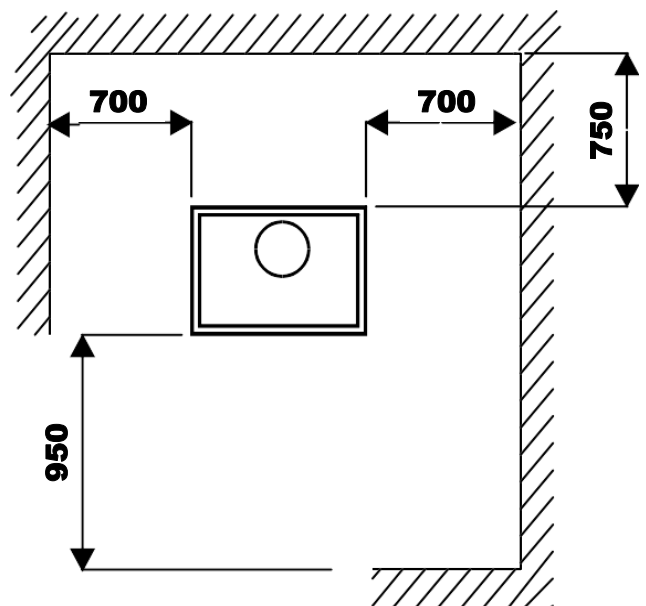

Fig. 3
- Lorsque vous installerez le poêle, tenez compte des distances de sécurité nécessaires du foyer et de la cheminée par rapport aux surfaces combustibles (parois de bois ou tapissées, sol en bois, etc.) Ces mêmes distances doivent être respectées lorsque le revêtement des parois ou des zones proches est susceptible de détérioration ou de déformation sous l'effet de la température (vernis, peintures, PVC, etc.). **Fig. 3.**